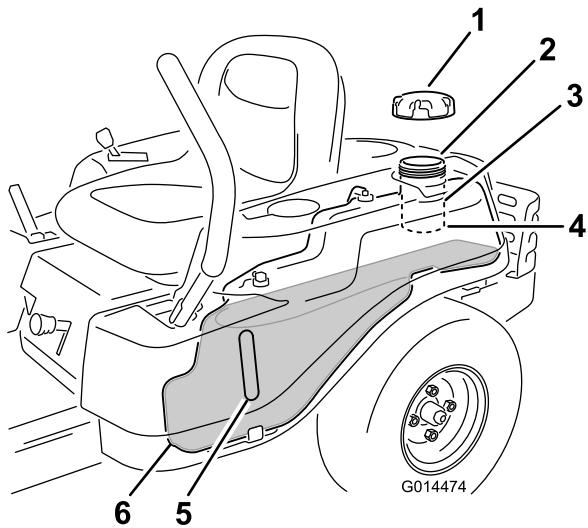

Figura 10
**Nota:** Puede utilizar la mirilla de combustible para verificar la presencia de gasolina antes de llenar el depósito (Figura 10).